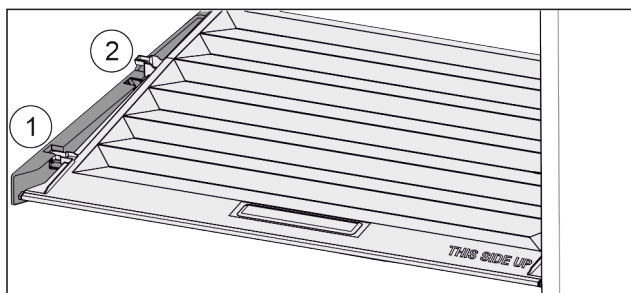

Fig. 115
- ▶ Vytáhněte víko dopředu až k otvoru v přídržných dílech Fig. 115 (1).
- ▶ Vzádu zesepodu nadzvedněte a vyjměte směrem nahoru Fig. 115 (2).